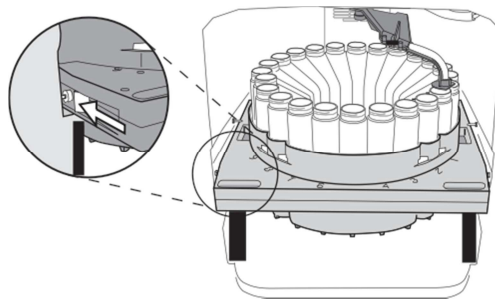

Figure 2-3 Le casier de 24 flacons est maintenu en place par un loquet situé sur le côté gauche
5. Faites glisser le casier le long des rails. Poussez-le jusqu'à ce que le loquet situé sur le côté gauche (encart, Figure 2-3) s'enclenche et verrouille le casier.